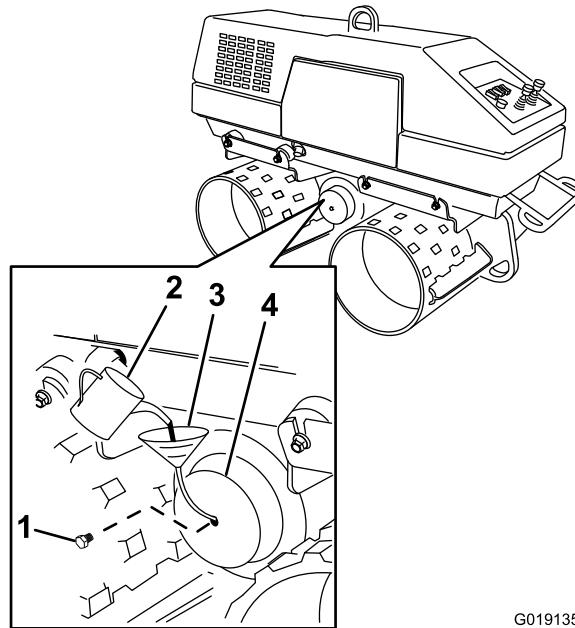

Figura 79
1. Localice el tapón de la excéntrica en la parte izquierda inferior del exterior de la máquina (Figura 79).
2. Retire el tapón de llenado del tapón de la excéntrica (Figura 79).
3. Añada 235 ml (8 onzas) de aceite del tipo especificado al depósito de aceite de la excéntrica a través del orificio de llenado, según se muestra en Figura 79.
5. Instale el tapón de llenado en el orificio de llenado del tapón (Figura 79).